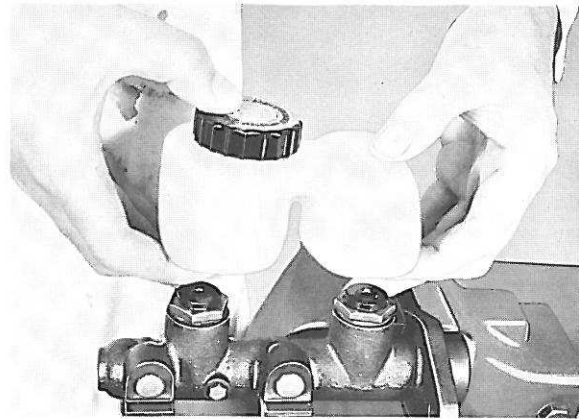

Figure 51. Démontage du réservoir de liquide de frein
- Saisir le réservoir des deux mains et l'arracher du maître-cylindre, voir figure 51. Enlever le bouchon et le filtre du réservoir, ainsi que les écrous et les joints caoutchouc du cylindre voir figure 52.